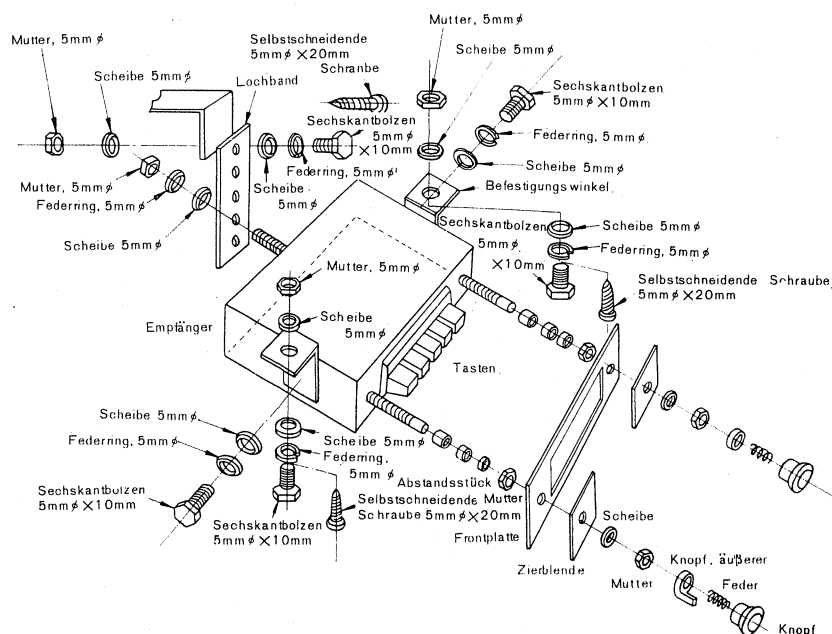

Abb. 5
2. Darach sind die Knöpfe, Muttern, Federn, Schrauben, Zierbleche und die Frontplatte unter Bezugnahme auf nachstehende Explosionszeichnung in Abb. 5 vom Gerät abzubauen.